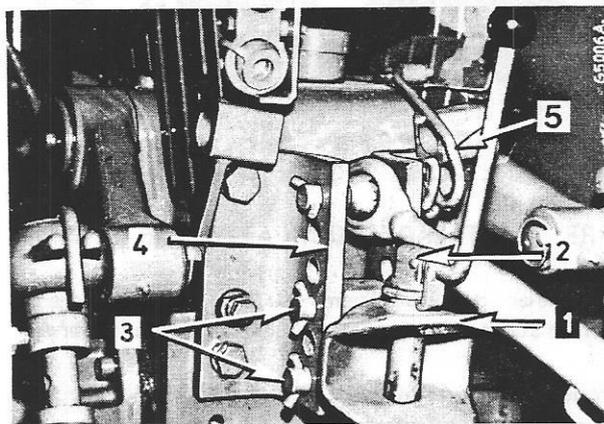

Figure 41 - 1. Chape d'attelage arrière -
L'arrière du bâti principal comporte une chape d'attelage " Heavy duty ", fig. 41.
La chape d'attelage (1, fig. 41) peut être réglée en hauteur. Pour ce faire, ôtez les chevilles transversales (3) et déplacez la chape à la position désirée dans les supports, puis remettez les chevilles (3). Bloquez les chevilles à l'aide des goupilles. La cheville d'attelage (2) est maintenue en place par une goupille de blocage. Pour retirer cette cheville, poussez le levier vers celle-ci. Lorsque vous remettez en place la cheville, la goupille de blocage s'enclenche automatiquement.